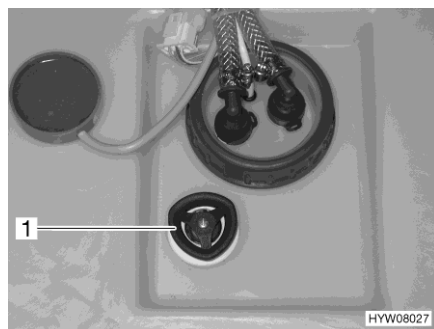

Fig. 156 Réservoir d'eau avec poignée tournante
- Faire tourner la poignée tournante (Fig. 156,1) du réservoir d'eau à fond dans le sens inverse des aiguilles d'une montre au-delà de la résistance pour ouvrir entièrement l'ouverture de vidange.